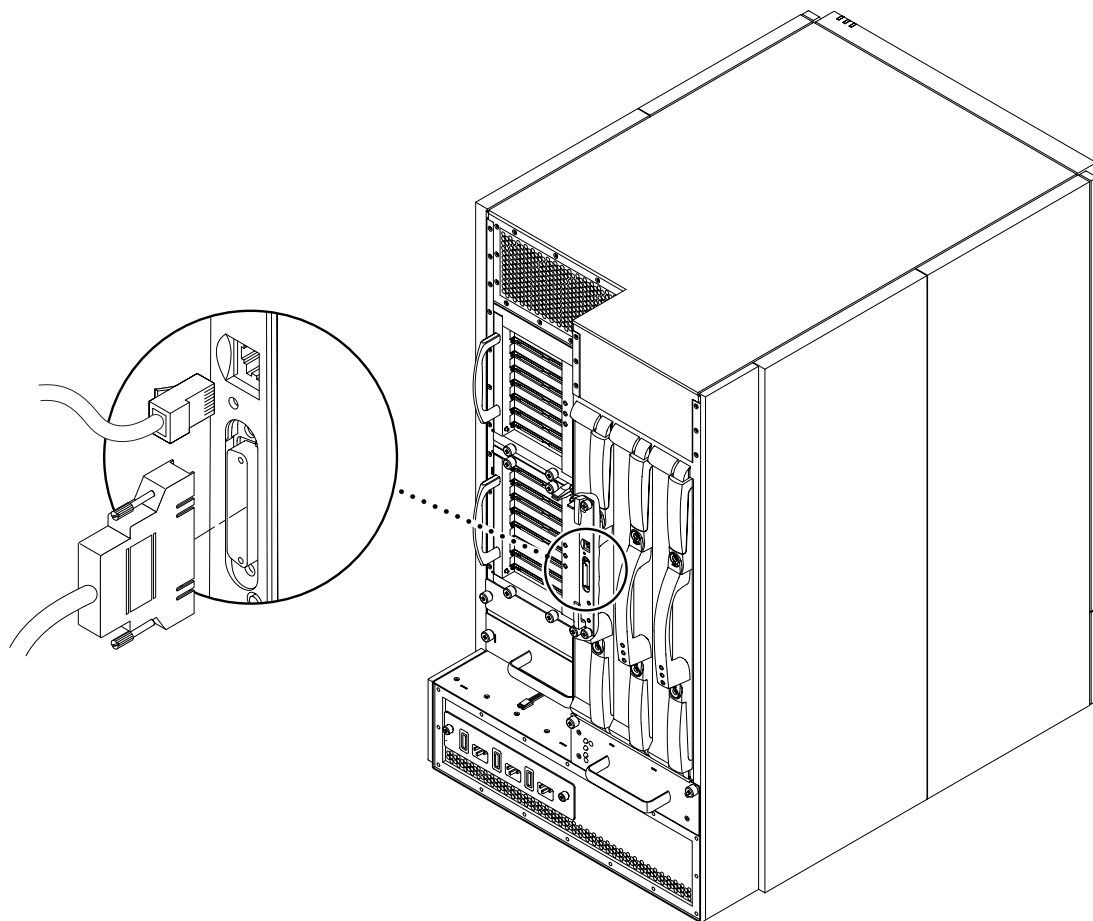

图 3-6 Sun Fire E4900 系统上的主系统控制器接口
1. 将串行缆线（TTYa 或交叉调制解调器）的一端连接到主系统控制器板上的串行端口（图 3-6）。
1. 将 5 类以太网屏蔽缆线的一端连接到主系统控制器板上的 RJ-45 以太网端口（图 3-6）。